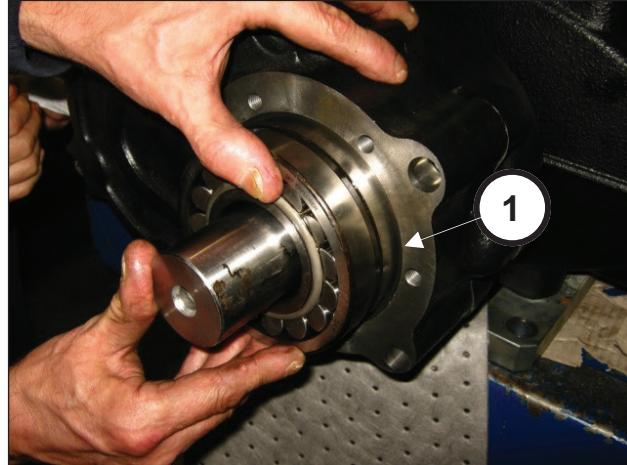

Fig. 87
Introducir el cojinete 55x120x43 en el piñón (pos. ①, Fig. 87).